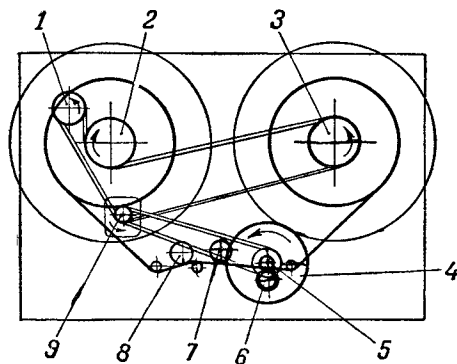

Рис. 41. Кинематическая схема лентопротяжного механизма.
**Лентопротяжный механизм.** Кинематическая схема лентопротяжного механизма приведена на рис. 41. Механизм приводится в движение асинхронным электродвигателем типа КД-2.